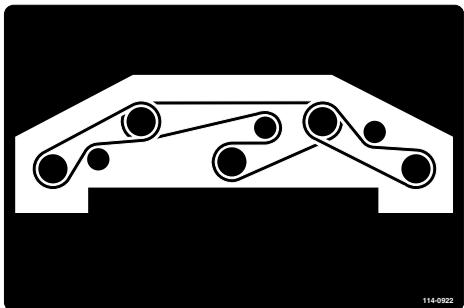

Figure 128
8. Installez la courroie neuve autour des poulies d'axe et de la poulie de tension (Figure 128).